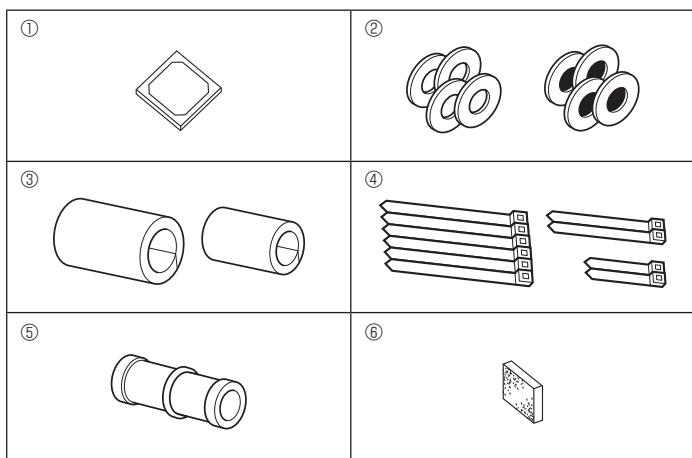

Fig. 2-1
2.1. Kontrollér tilbehørsdelene til indendørsenheden (Fig. 2-1)